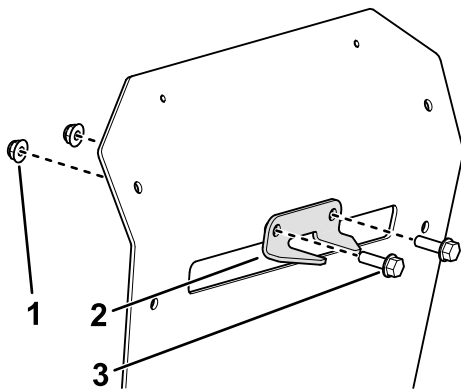

Figuur 12
1. Verwijder de 2 aanwezige bouten, de 2 moeren en de trekhaakbeugel die reeds aanwezig zijn van de onderkant van de achterste beschermkap (Figuur 12).